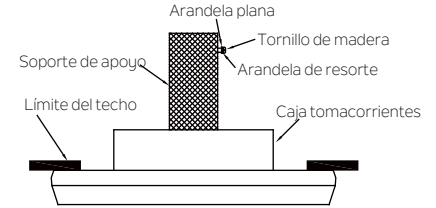

Fig. 11
Paso 1. Insertar un tornillo para madera y arandelas en el costado de la abrazadera que sostiene la caja tomacorrientes. Deje 3 mm (1/8 ") de espacio entre la abrazadera de soporte y la arandela (Fig. 11)